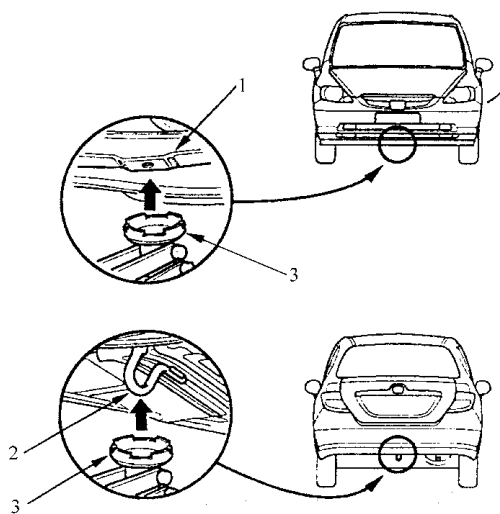

图 1-7 千斤顶支座
3) 如图 1-7 所示,把千斤顶放在前千斤顶支座 1 或后千斤顶支座 2 下,将千斤顶支座与千斤顶举升平台 3 对中,然后,把车辆举升到足够高度,以便在下面安放安全支撑。